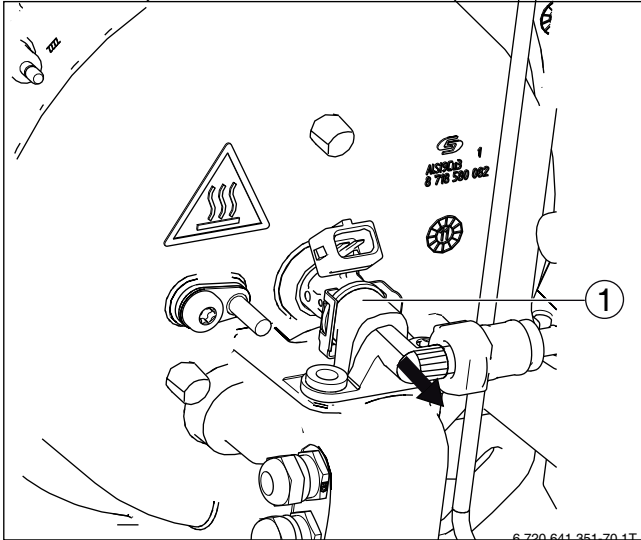

Bild 81 Brenneinspritzventil mit Anschlussstück
- Brenneinspritzventil mit Anschlussstück (→ Bild 81, [1]) herausziehen.